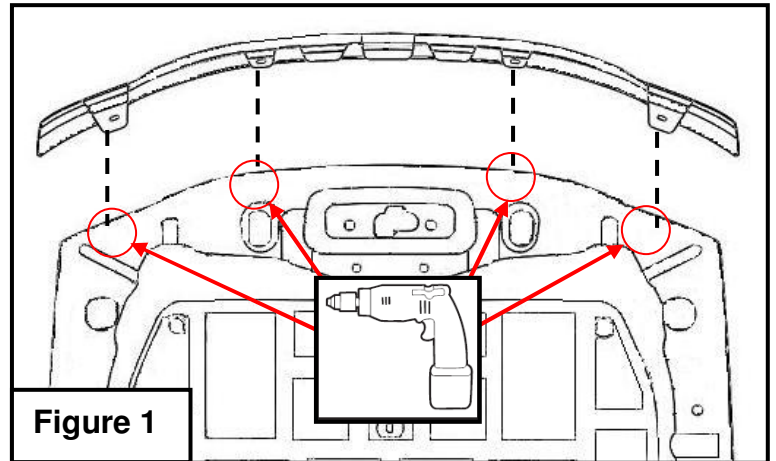

Figure 1
3. Remove Putco Hood Shield from hood and drill holes using a 5/32 drill bit. **(Figure 1)** Use the marks from step 2 as a guide for the drilling.
4. Clean grille area where the 3M tape will be applied to using Isopropyl Alcohol. Re-fit Hood Shield to the factory hood by aligning the Hood Shield up with the drilled holes. **(Figure 1)** Attach Hood Shield to the hood by placing a washer (B) on each of the mounting screws (A) and inserting the screw through the Hood Shield slots and into the predrilled hole. **Tighten screws just enough to hold hood shield in place.**
3. Retire el Deflector de Cofre Putco del cofre del vehículo y utilizando una broca de 5/32", taladre los orificios marcados en el paso 2. **(Fig. 1)**
4. Limpie el lugar donde la cinta 3M hará contacto con alcohol isopropílico. Acomode y ajuste el Deflector de Cofre en el cofre del vehículo alineando las ranuras del cofre con las del deflector. **(Fig. 1)** Fije el Deflector de Cofre al vehículo colocando una rondana (B) en cada uno de los tornillos (A) y colocando los tornillos a través del deflector en los orificios hechos en el cofre del vehículo. **Apriete solo lo necesario para mantener el deflector en su lugar.**
3. Enlevez le protecteur de capot Putco et percez les trous en utilisant une mèche de 5/32 (**Figure 1**) Utilisez les marques faites dans l'étape 2 comme référence pour percer.
4. Nettoyez la grille ou le ruban 3M sera appliqué en utilisant de l'alcool isopropylique. Réinstallez le protecteur de capot en alignant le protecteur de capot avec les trous percés. (**Fig. 1**) Fixez le protecteur au capot en plaçant une rondelle (B) sur chaque vis de montage (A) et insérez les vis au travers des fentes du protecteur et dans le bouchon à vis (A). **Serrez les vis juste assez pour retenir le protecteur en place.**